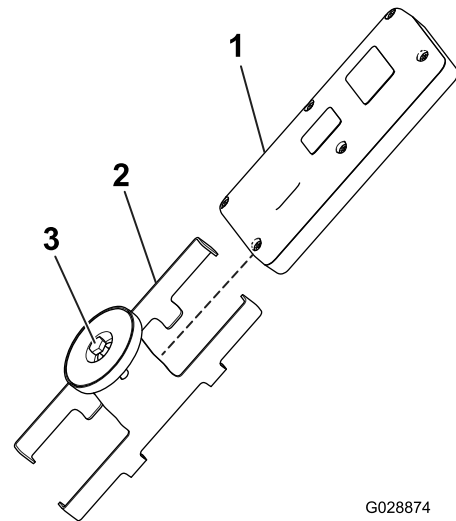

图19
5. 将手持遥控器装入磁性遥控器支架，将两半滑到一起并固定，然后拧紧磁性支架内的螺栓（图19）。